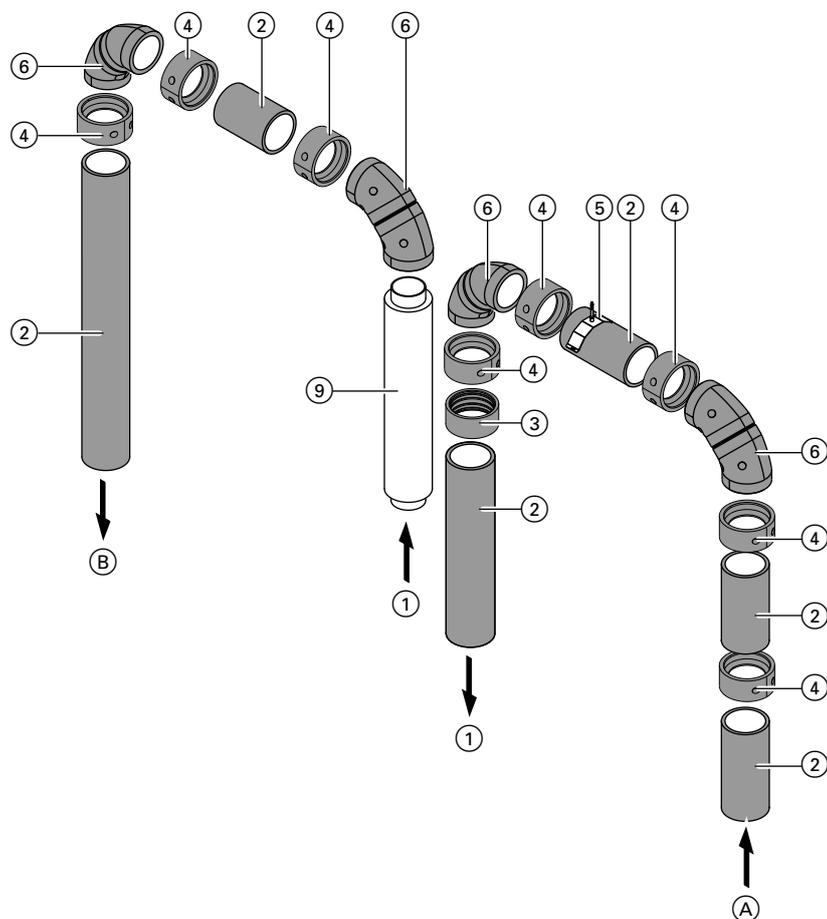

Abb. 20
- (A) Abluft vom Luftverteiler zum Lüftungsgerät
- (B) Zuluft vom Lüftungsgerät zum Luftverteiler
**Positionen und Anschlussmaße zu Abb. 20**